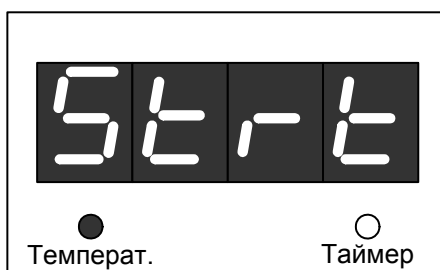

Рисунок 15.
6.4.1. Запуск Терморегулятора осуществляется нажатием с последующим удержанием кнопки «Температура» до появления на основном и вспомогательном индикаторе сообщения (рис. 15.).